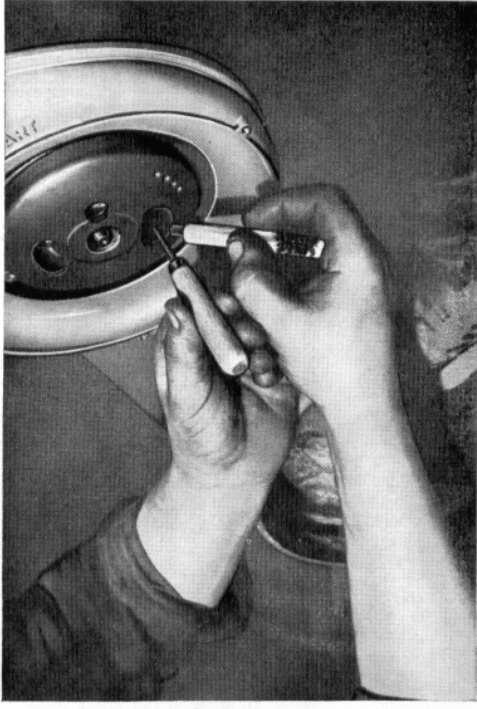

Bild 11
7. Falls kein Zündfunke entsteht, Zündapparat überprüfen lassen. Hierbei zuerst kontrollieren, ob Zündkabel beschädigt; dann Unterbrecherkontakt auf Sauberkeit und Abstand (Bild 11), hierauf Kondensator und Zündspule kontrollieren.